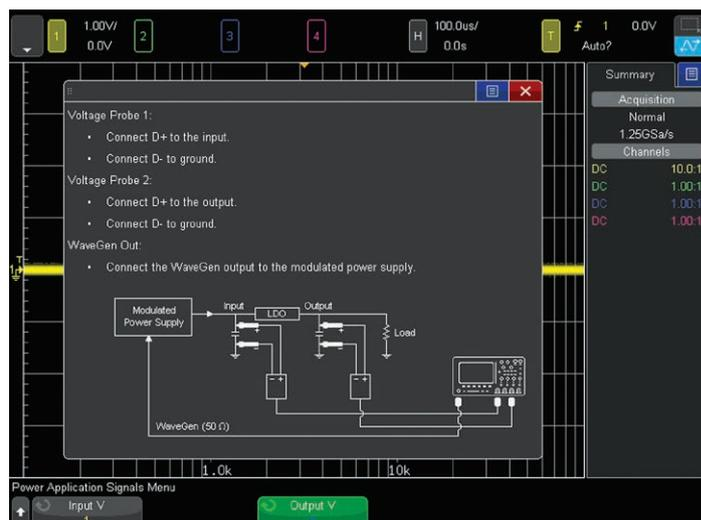

図36: [Signals]メニューのPSRR測定時の接続図
4. WaveGenの出力(Keysight 4000 Xシリーズ オシロスコープを使用している場合はGen Out 1のみ)を図36の画面の接続図に示すように、加算回路を通じてDUTのDC入力ソースに接続します。